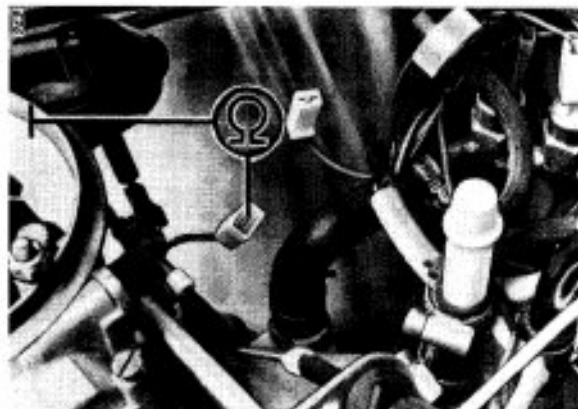

Bild 3
2. ANSAUGROHRVORWÄRMER (Bild 3, 4)